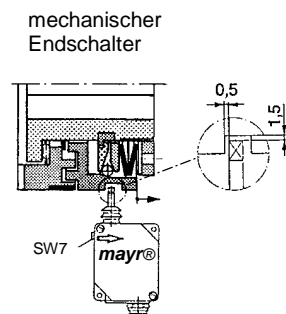
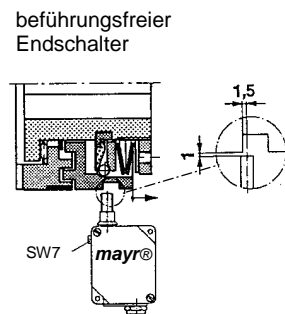
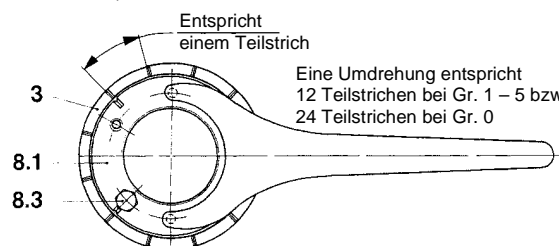

Bild 7
Bild 8
Bild 10
Die Schaltrichtung des Schalthebels am mechanischen Endschalter ist **rechts**, bei Blickrichtung auf Gehäusedeckel bzw. mayr®-Signet (siehe Bild 7).
- ❑ Stellen Sie die Schalterabstände für den mechanischen und berührungsfreien Endschalter nach Bild 7, bzw. Bild 8 ein.
- ❑ Der Abstand des Schaltteils (3) (siehe Bild 10) vom Schalterpunkt kann mit einer Sechskantschraube SW7 fein einjustiert werden (Bild 7 und 8).
Die Einstellung erfolgt durch Verdrehen der Einstellmutter. Drehen im Uhrzeigersinn bewirkt Erhöhung, gegen den Uhrzeigersinn Verringerung des Drehmomentes (Blickrichtung auf die Einstellmutter, wie im Bild 10).
2. Gewinde und Anlageflächen von Einstellmutter (8.1), Sicherungsblech (8.2) und Nabe (1) fetten.
3. Einstellmutter (8.1) von Hand zu stellen, bis zur Anlage der Tellerfedern (10).
4. Weiterdrehen, bis die 4 Kerben in der Einstellmutter (8.1) und die Kerben des Schaltteiles (3) übereinstimmen (Bild 10).
5. Einstellmutter (8.1) mit Stirnlochschlüssel um die Anzahl der Teilstriche weiterdrehen, die dem gewünschte Drehmoment entspricht (Bild 10). (Anzahl der Teilstriche auf dem Einstelldiagramm).
6. Sechskantschraube (8.3) eindrehen (Kerben an Einstellmutter (8.1) und Schaltteil (3) müssen in gleicher Position stehen).
Das Überlastmoment der Kupplung ist z. B. auf 300 Nm eingestellt. Nun soll das Überlastmoment auf 350 Nm erhöht werden. Wird nach Drehmoment-Einstelldiagramm ein Überlastmoment von 300 Nm bei 36 Teilstrichen und 350 Nm bei 46 Teilstrichen erreicht, so muss die Einstellmutter (8.1) um die Differenz von 10 Teilstrichen im Uhrzeigersinn nachgestellt werden. Dazu entfernen Sie die Sechskantschraube (8.3) und stellen die Teilstriche mit einem Stirnlochschlüssel nach (Bild 10). Anschließend wird die Sechskantschraube (8.3) wieder eingedreht, wobei die 4 Kerben in der Einstellmutter (8.1) und die Kerben des Schaltteiles (3) in gleicher Position stehen müssen.